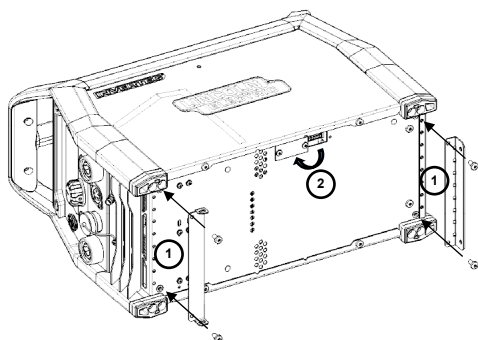

Bild 1
1. Placera adaptermetallplåtarna under strömkällan (Bild 1).
2. Ta bort skruven på luckan och vrid den vid 180°C. Använd den borttagna skruven för att fästa luckan på strömkällan (Bild 1).